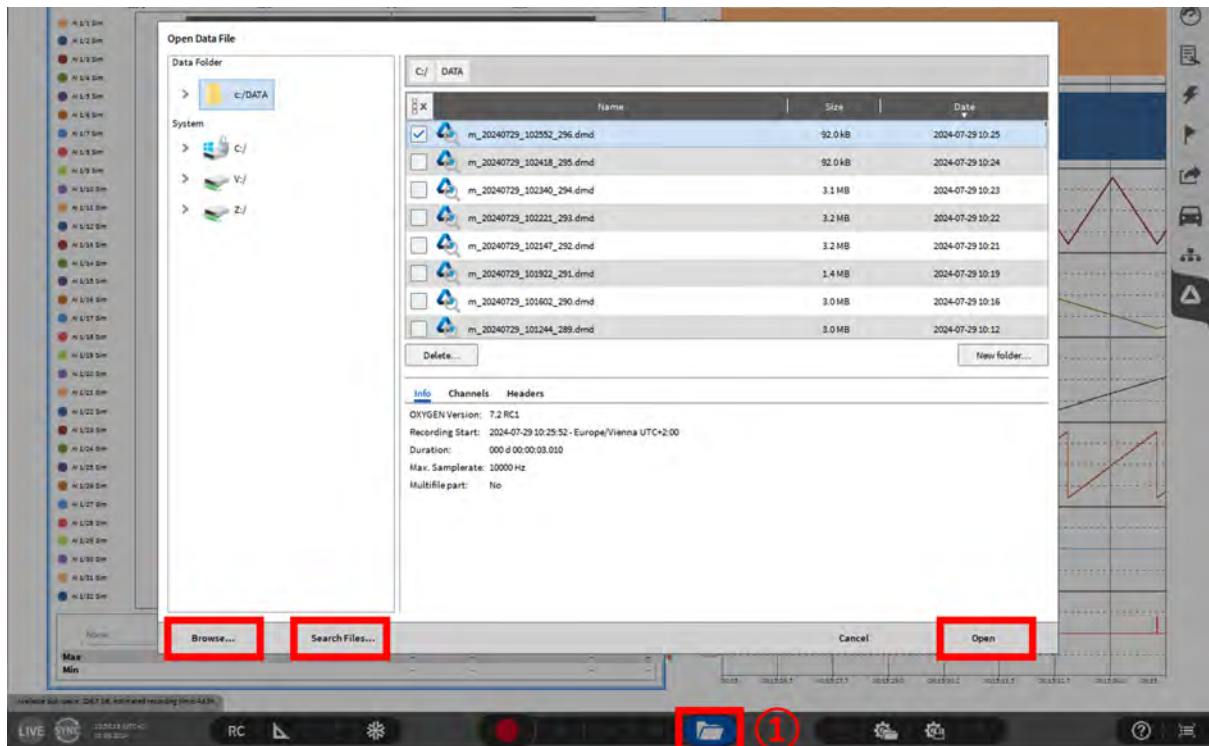

Fig. 3.15: データファイルを開く
1. 操作バーのフォルダアイコンをタッチまたは左クリックします (図の ① Fig. 3.15 または 図の ⑫ Fig. 3.5 を参照)。